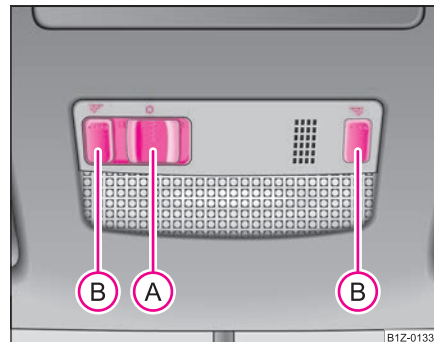

Fig. 48 Plafonul: Iluminarea interioară față
- Dacă apăsați întrerupătorul **(A)** spre stânga, apare simbolul ⇒ fig. 48.